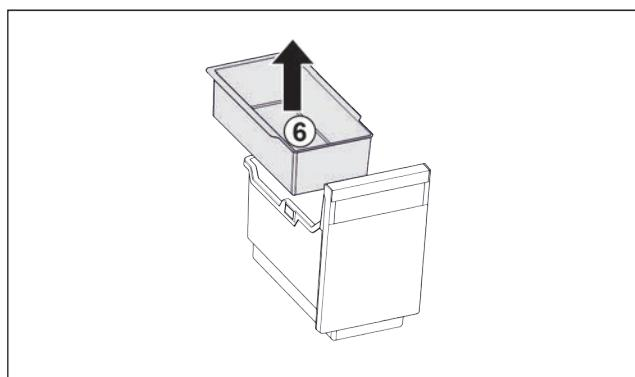

Fig. 24
- Извлеките Fig. 24 (6) подвесной лоток.